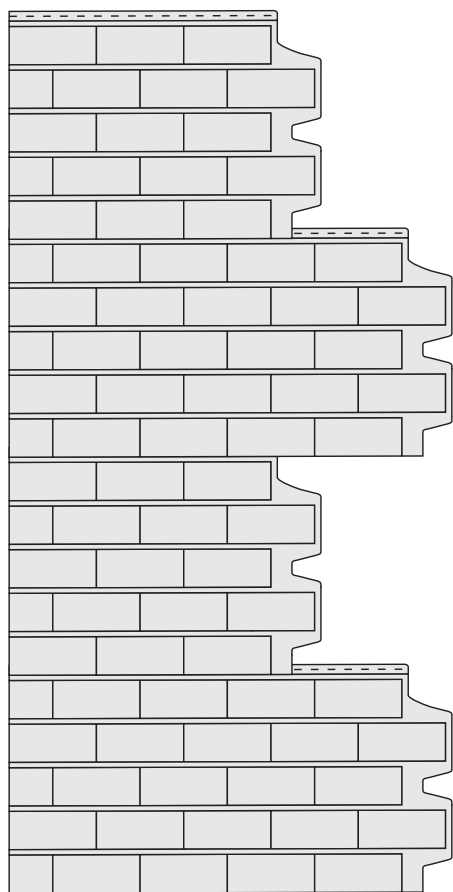
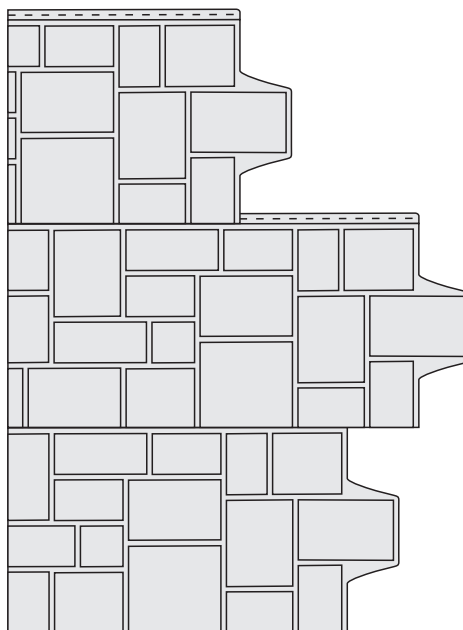

Рис. 15
Рис. 16
**Внимание!** При монтаже коллекций «Состаренный кирпич» и «Клинкерный кирпич», панели необходимо размещать в шахматном порядке (рис. 15). В остальных случаях смещение каждого нового ряда рекомендуется делать произвольным, для снижения эффекта повторяемости (рис. 16).